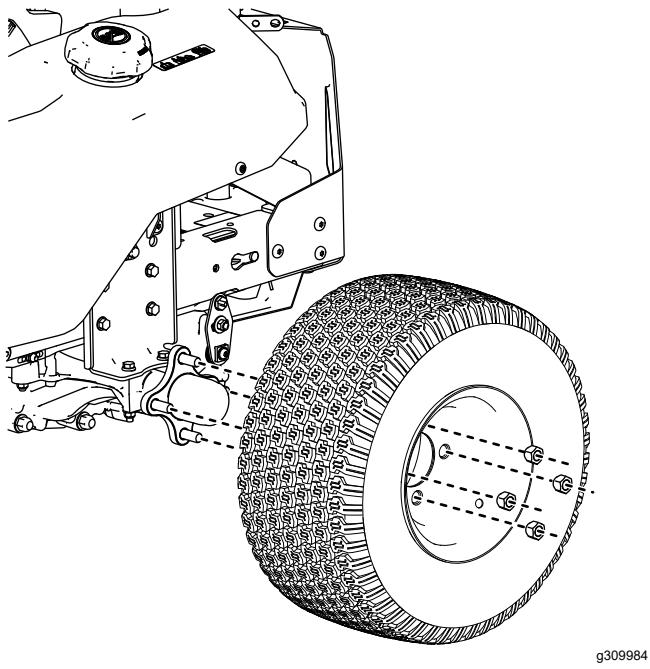

Bild 2
7. Entfernen Sie die Hinterräder, wie in Bild 2 dargestellt.